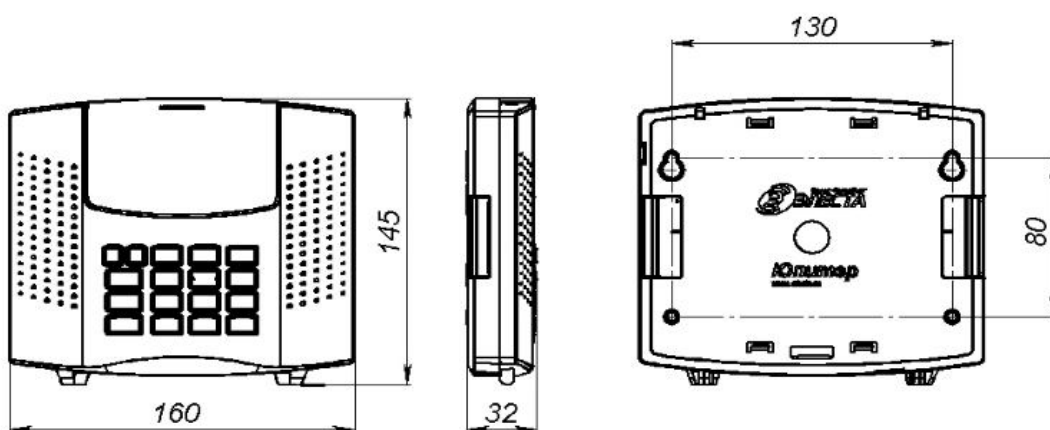

Рисунок 4.1. Габаритные и установочные размеры прибора
Прибор устанавливается в дежурной комнате или помещении с ограничением доступа посторонних лиц, в удобном для технического обслуживания месте. Прибор крепится к стене на высоте, удобной для наблюдения за индикацией. Прибор навешивается на два шурупа, ввинченных в стену и крепится двумя другими шурупами через отверстия в нижней части основания корпуса (рисунок 4.1).
- 3 Заверните в стену два шурупа по установочным размерам (рисунок 4.1).